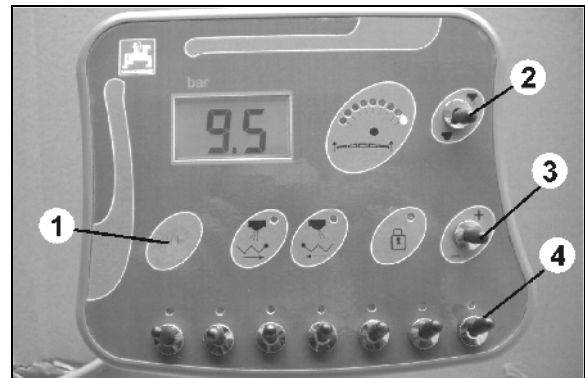

Fig. 2
3.  Kytke **AMASET⁺** (Fig. 2/1) päälle.
6.  (Fig. 2/3) Paina **+** / **-** niin kauan, kunnes ruiskutuspainenäyttö ilmaisee 4 bar ruiskutuspaineen.
- o Sulje osaleveys osaleveyskytkimellä (Fig. 2/4). Valittu ruiskutuspaine muuttuu ruiskutuspainenäytössä.